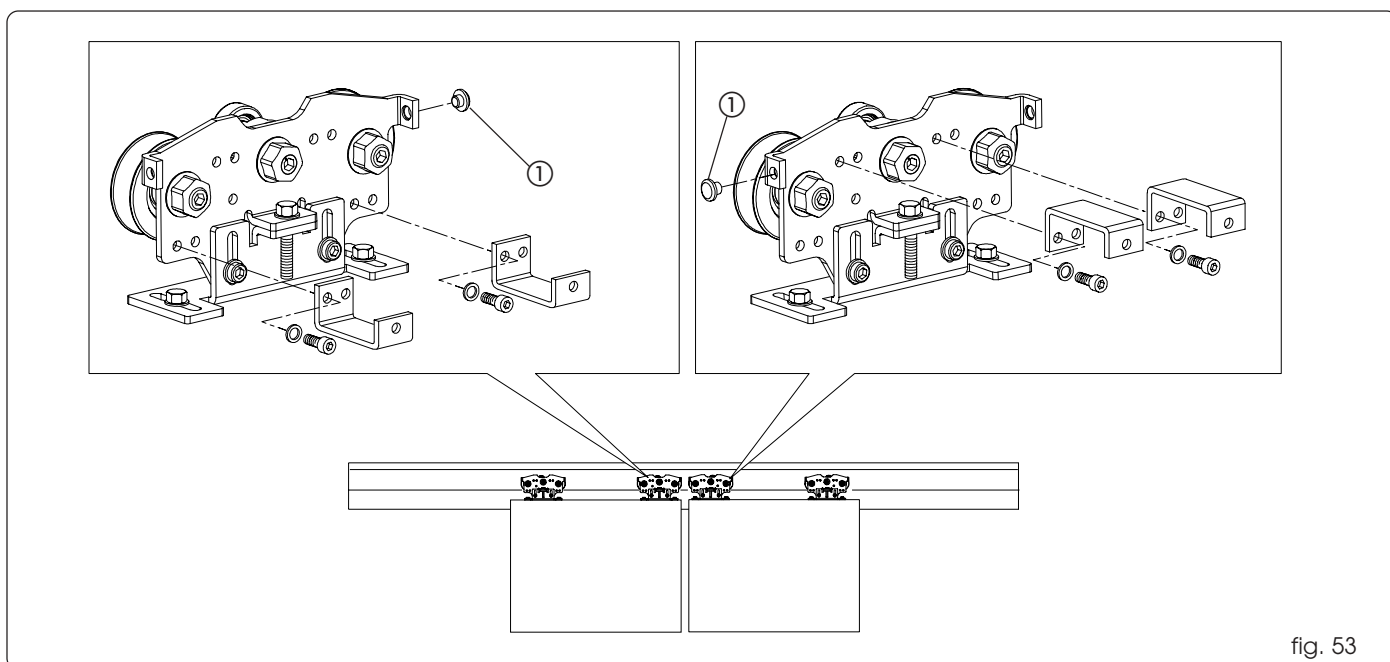

fig. 53
Monteer twee blokkeerplaten op de binnenste wagens, zoals aangegeven op fig. 53.
Monteer de aanslagrubbertjes (fig. 53, ref. ①).